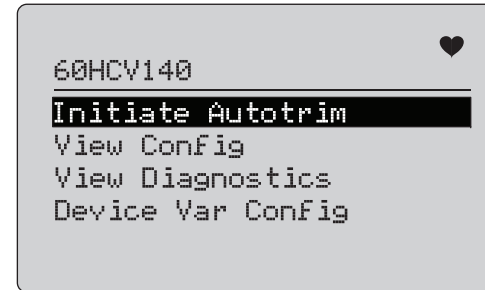

Рисунок 58. Меню HART Comms. (Связь HART)
2. Выберите **Modify Setup > HART Comms** (Изменить настройку - Связь HART). Доступные параметры см. на Рисунок 58.